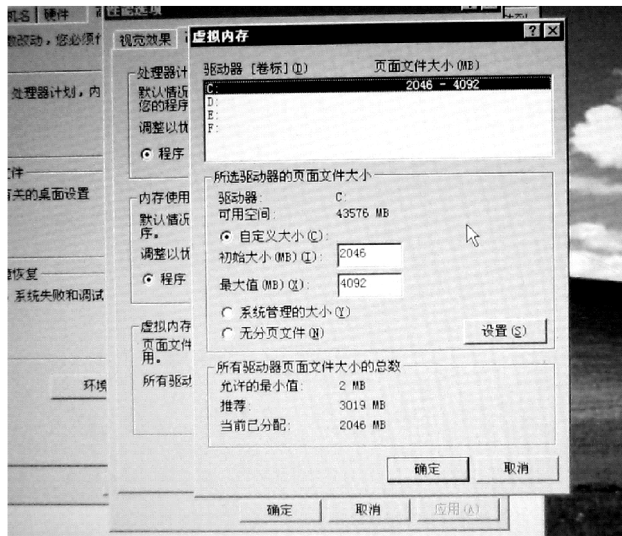

图 3-82 “虚拟内存”设置界面
2) “虚拟内存”设置界面如图 3-82 所示。在“所选驱动器的页面文件大小”区域中，确保“自定义大小”选项为选中状态，更改“初始大小”和“最大值”的数值，将虚拟内存的大小调整为物理内存的 2~3 倍，然后单击“设置”按钮，最后单击“确定”按钮退出“虚拟内存”设置界面。此时系统会自动提示“若要修改生效，需要重新启动笔记本电脑”。最后重新启动笔记本电脑即可设置完毕。